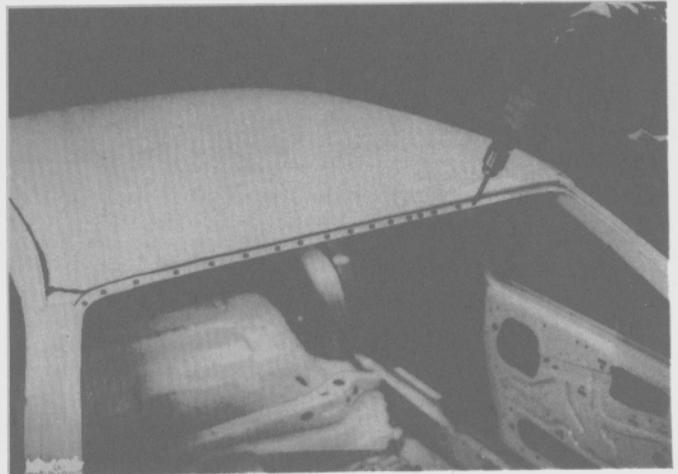

Fig. 43
- Para retirar los restos del panel sin dañar las pestañas de los paneles de contacto, perforar las soldaduras por puntos (Figs. 43 y 44).